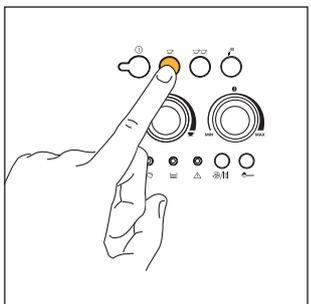
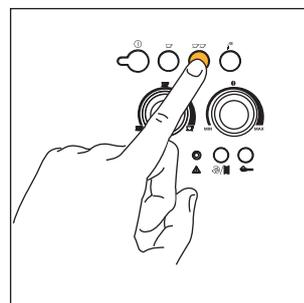

Fig. 12
Fig.13
- 5) Appuyez sur la touche  (fig. 12) si vous désirez faire un café ou sur la touche  (fig. 13) si vous désirez faire 2 cafés. *La machine va maintenant moudre les grains et exécuter une brève pré-infusion avant de compléter la sortie de café dans la tasse.*
**NOTA 4:** pendant que la machine fait le café, vous pouvez interrompre la sortie à tout moment en appuyant sur la touche ☺ (fig. 12) ou ☺☺ (fig. 13) précédemment sélectionnée.
**NOTA 5 :** dès que le café a fini de couler, si vous souhaitez augmenter la quantité, il suffit de maintenir la pression sur la touche ☺ (fig. 12) ou ☺☺ (fig. 13) précédemment sélectionnée jusqu'à obtenir la quantité désirée (cette opération doit être exécutée dans les 3 secondes après que le café a fini de sortir).